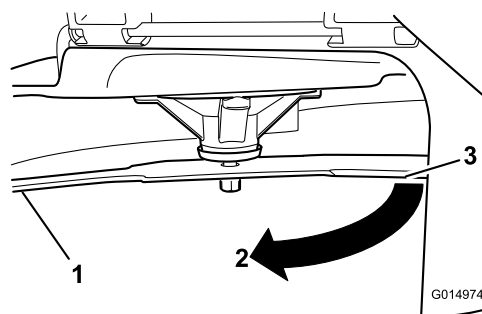

Figura 54
- Distanza misurata tra la lama e la superficie (A)
- Ruotate la stessa lama di 180 gradi in modo che il tagliente opposto si trovi ora nella stessa posizione (Figura 54).